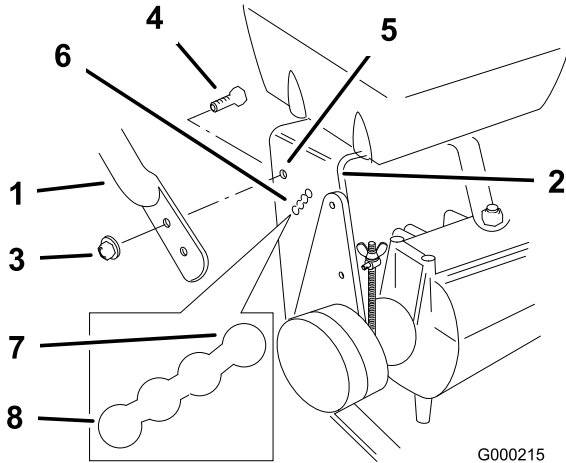

Figure 18
2. Desserrez les boulons à embase supérieurs (3/8 x 1 pouce) et l'écrou à embase de fixation du guidon au bâti arrière (Figure 18).
3. Retirez les boulons à embase supérieurs (3/8 x 1 pouce) et les écrous à embase de fixation du guidon au bâti arrière (Figure 18).